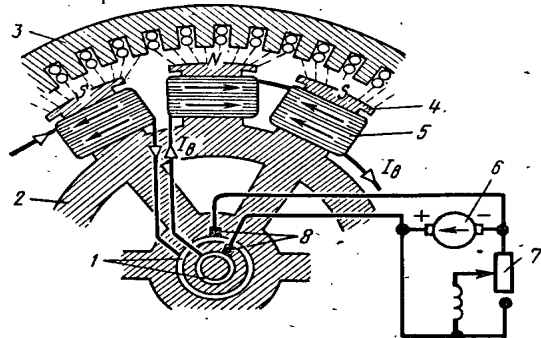

Рис. 3 Схема возбуждения обмотки ротора синхронной машины:
2. Зарисуйте рисунок 3 с нанесением элементов, из которых он состоит.
Для возбуждения синхронной машины необходимо питание обмотки ее ротора постоянным током. В зависимости от способа питания этой обмотки различают системы независимого возбуждения и самовозбуждения. При независимом возбуждении в качестве источника питания обмотки служит генератор постоянного тока (возбудитель), установленный на валу ротора синхронной машины. Схема возбуждения синхронной машины от генератора (машины постоянного тока) показана на рис. 3. При самовозбуждении обмотка возбуждения питается постоянным током от выводов статора через выпрямитель.